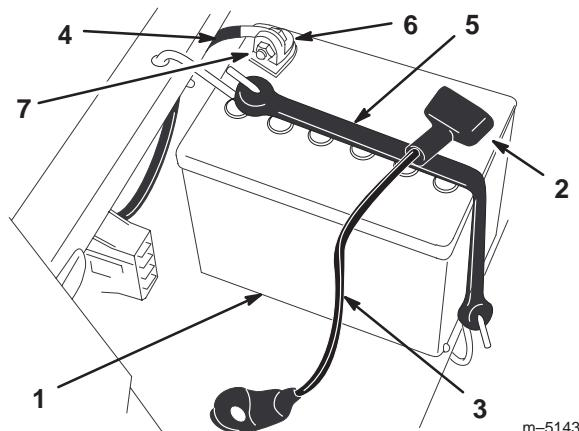

Figure 25
- Débranchez le câble négatif (noir) de mise à la masse de la borne de la batterie (Fig. 25).
- Repoussez le capuchon en caoutchouc sur le câble positif (rouge). Débranchez le câble positif (rouge) de la borne de la batterie (Fig. 25).
- Enlevez la sangle de maintien de la batterie (Fig. 25) et ôtez la batterie de son support.
- Placez la batterie sur son support, les bornes à l'opposé du panneau de commande (Fig. 25).
- Fixez les câbles à l'aide de 2 boulons (1/4 x 3/4"), rondelles (1/4") et contre-écrous (1/4") (Fig. 25).
- Fixez la batterie en place à l'aide de la sangle de maintien (Fig. 25).